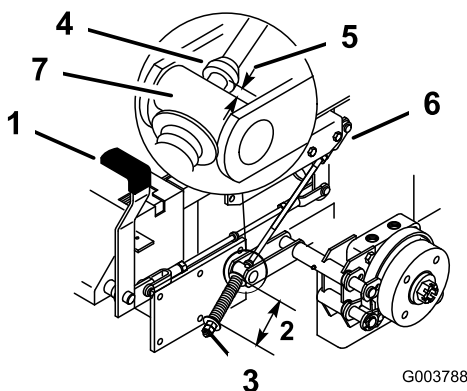

Bild 52
Der Abstand sollte zwischen den Scheiben 70 mm betragen (Bild 52).
3. Falls Sie eine Einstellung vornehmen müssen, lockern Sie die Klemmmutter unterhalb der Feder und ziehen Sie die Mutter direkt unter dem Joch an (Bild 52). Drehen Sie die Mutter, bis Sie den korrekten Messwert erhalten. Ziehen Sie die beiden Muttern zusammen an und wiederholen Sie das Verfahren auf der gegenüberliegenden Maschinenseite.
Der Abstand sollte 5 bis 7 mm betragen (Bild 52).
7. Sollte eine Einstellung erforderlich sein, lösen Sie die Klemmmutter direkt unter dem Joch. Drehen Sie die untere Einstellstange, bis Sie den korrekten Messwert erhalten (Bild 52). Ziehen Sie die Klemmmutter am Joch an.